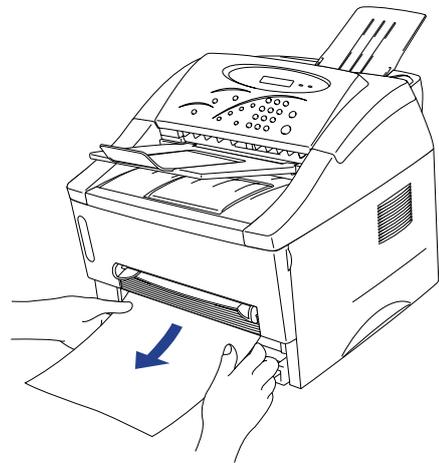

图7-1
- (1) 取出纸盒；
- (2) 向上拉被卡的纸张，直至将纸取出。（图7-1）